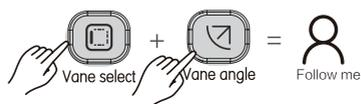

Рисунок 3.16
- Когда блок находится в режиме охлаждения или нагрева, нажмите  и  одновременно, чтобы запустить функцию Follow Me. На экране отобразится значок  (см. Рис. 3.16);